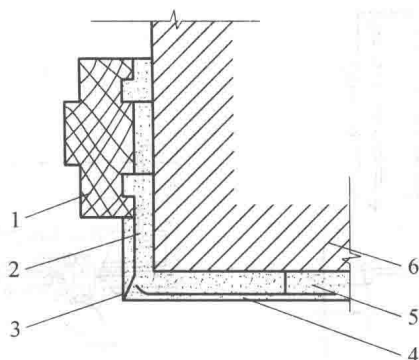

图 1.10 暗护角
①暗护角做法(图1.10)。在墙面抹灰前清扫浇水,根据灰饼厚度抹上水泥砂浆,粘好八字靠尺并找好部位吊直,用1:3水泥砂浆分层抹平,等砂浆稍平,再以水泥浆捋出小圆角。